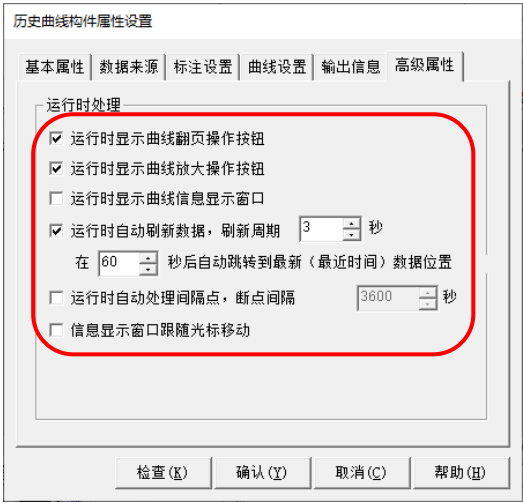

图 5.2-12 高级属性
- ⑥ 历史曲线构件其他属性设置：“基本属性”主要设置构件的显示外观；“输出信息”设置选择对应曲线时在输出信息窗口展示该曲线信息；“高级属性”设置构件运行时功能按钮显示、曲线信息显示、曲线刷新周期。这几项设置不影响历史趋势的显示，本节教程“高级属性”设置如图 5.2-12。